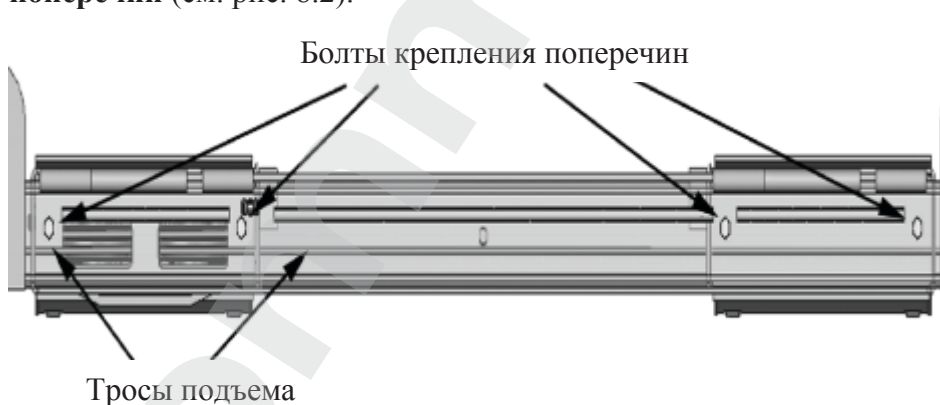

Рис. 8.2
2. Пропустите резьбовые концы тросов через концы каждой поперечины. **При прокладке тросов, будьте внимательны, убедитесь, что они проходят под болтами крепления поперечин** (см. рис. 8.2).